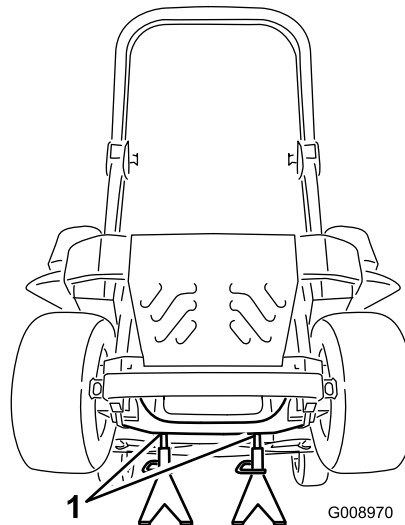

Bild 93
3. Heben Sie die Maschine an und stützen Sie sie mit Achsständern ab (Bild 93).
9. Entfernen Sie die Achsständer und senken Sie die Maschine ab (**Bild 93**).